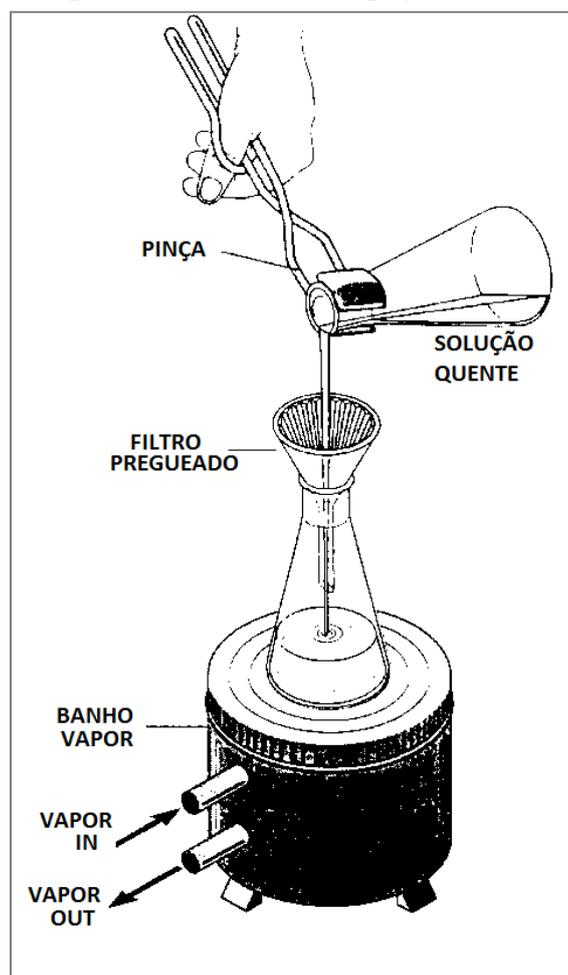

Figura 1. Ilustração de uma filtração simples a quente.
2. Adicione 0,2 g de carvão ativo - aproximadamente 2% em peso - (*não adicione o carvão ativo à solução em ebulição*), agite e leve a ebulição por alguns minutos e filtre a solução quente (Figura 1) através de papel filtro pregueado.